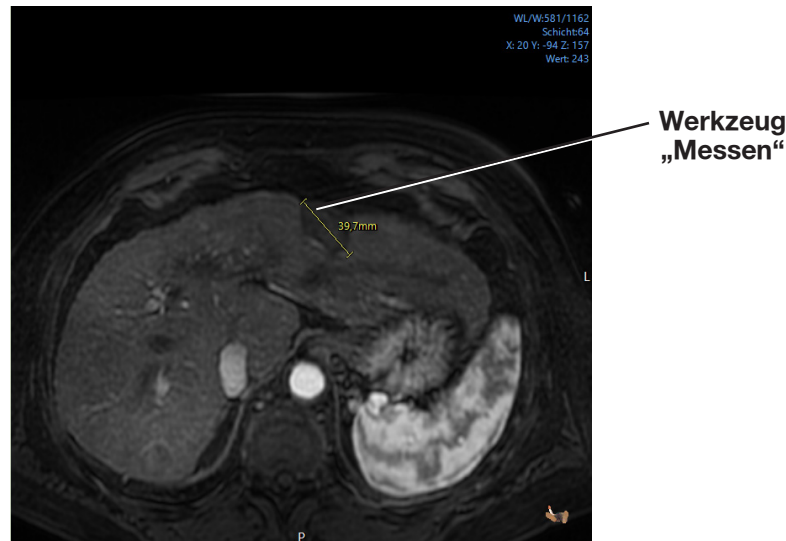

Abbildung A-6: Verwenden des Werkzeugs „Messen“.
3. Ziehen Sie den Zeiger des Werkzeugs zum gewünschten Endpunkt und lassen Sie die Maustaste los. Die Linie wird nun mit dem Messwert in mm angezeigt (siehe Abbildung A-6).